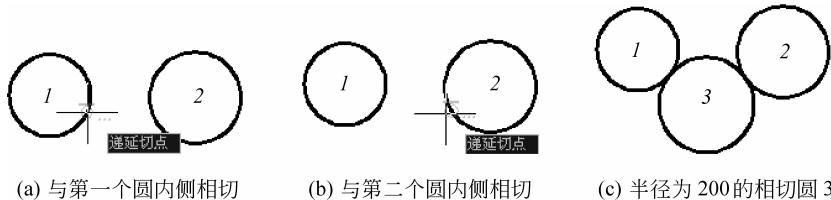
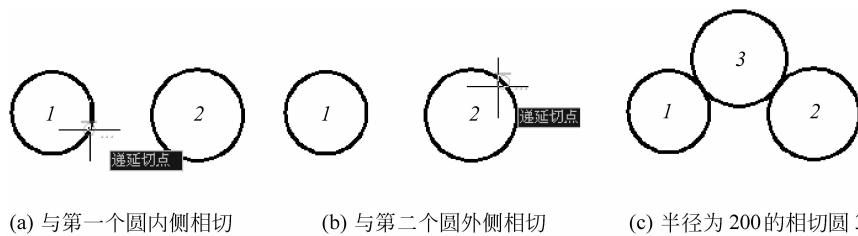

图 5-16 绘制相切、相切、半径 200 圆的步骤 1
图 5-17 绘制相切、相切、半径 200 圆的步骤 2
- 相切、相切、半径圆的相切对象可以是任意的几何对象。需要注意的是在与圆或圆弧相切时,要注意递延切点的位置不同,相切圆的半径不同,构成的中间圆的位置也不尽相同,如图 5-16 和图 5-17 所示。